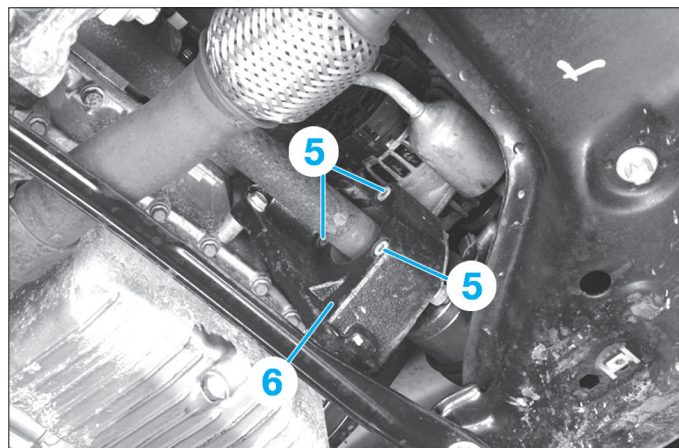

Fig. 7
- Déposer les vis de fixation (5) du palier intermédiaire (6) (Fig.7).